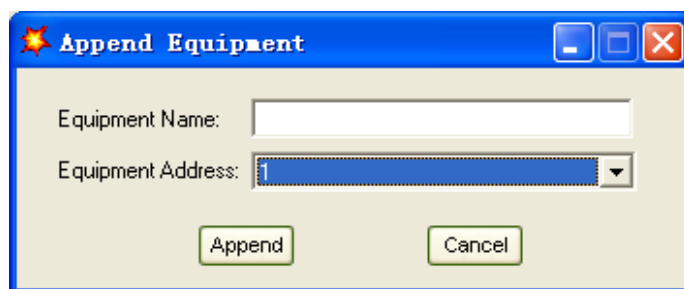

Fig. 5-25 Configurar nombre equipo
- Escriba el nombre del SAI en «Equipment Name» (nombre del equipo) y la dirección ID en «Equipment address» (dirección del equipo) (Fig. 5-25).